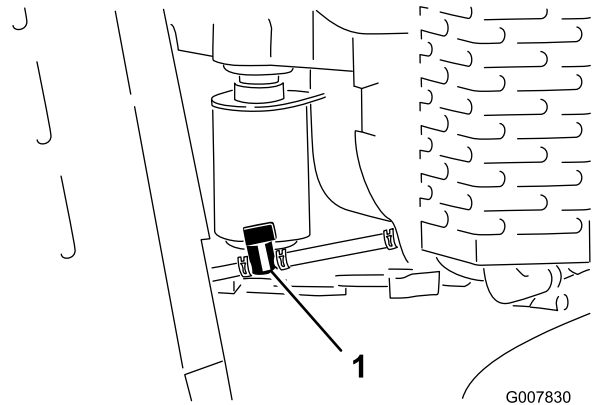

Bild 41
4. Schließen Sie den Kraftstoffhahn (Bild 41).
5. Drücken Sie die Enden der Schlauchklemme an der Motorseite des Kraftstoffhahns zusammen und schieben Sie ihn an der Kraftstoffleitung vom Ventil weg (Bild 41).
6. Ziehen Sie die Kraftstoffleitung vom Ventil (Bild 41). Öffnen Sie den Kraftstoffhahn und lassen Sie
3. Schließen Sie den Kraftstoffhahn (Bild 41).
7. Drehen Sie den Kraftstoffhahn in die geöffnete Stellung (Bild 41).